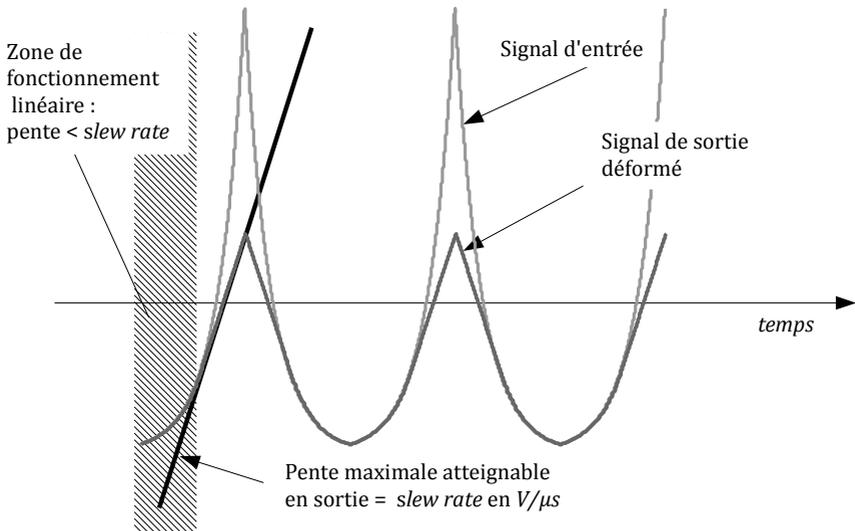

FIGURE 2.1 – Illustration de la déformation due à la limitation du slew-rate, pour un montage suiveur (gain unitaire)
**A propos du *slew-rate*** Le *slew-rate* est une limite d'utilisation l'AOP en **régime linéaire**. Cette limitation se traduit par une déformation du signal de sortie comme illustrée par la figure 2.1.